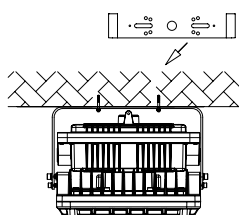

Fig. 4
4. Tighten the nut of the screws (Figure 4).
4. Serrez l'écrou des vis (figure 4).